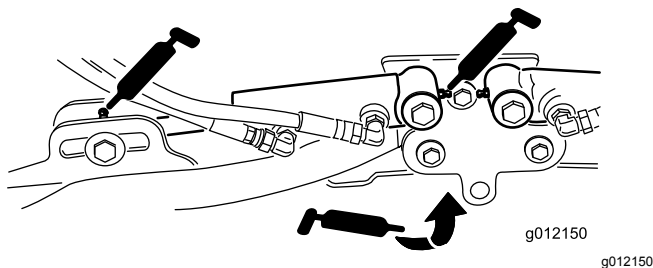

Figura 39
- Cilindros do braço de elevação da unidade de corte (2 cada) (Figura 39)
- Articulações do braço de elevação (1 cada) (Figura 39)